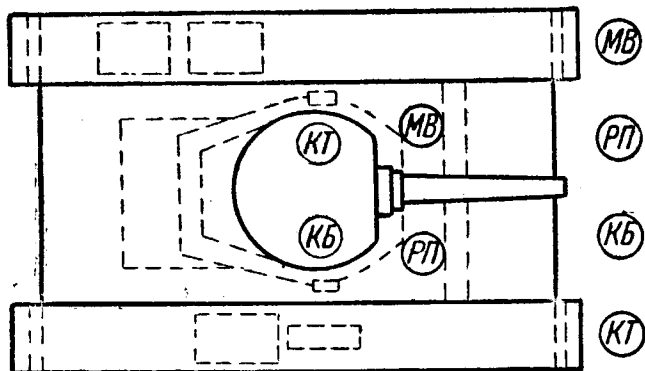

Рис. 1. Размещение экипажа в танке и при построении у танка
23. Экипаж танка Т-34 состоит из 4 человек (рис. 1): командира танка, помещающегося на сиденье левее орудия, у приборов и механизмов